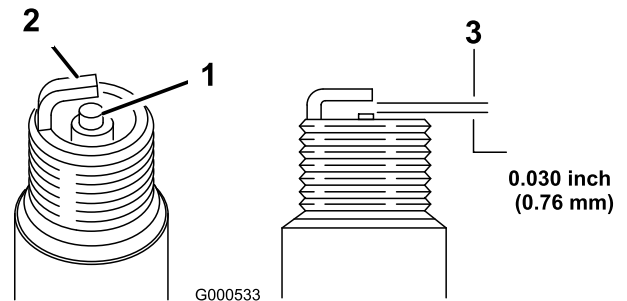

Figure 24
5. Réglez l'écartement des électrodes à 0,76 mm, comme montré à la Figure 24.